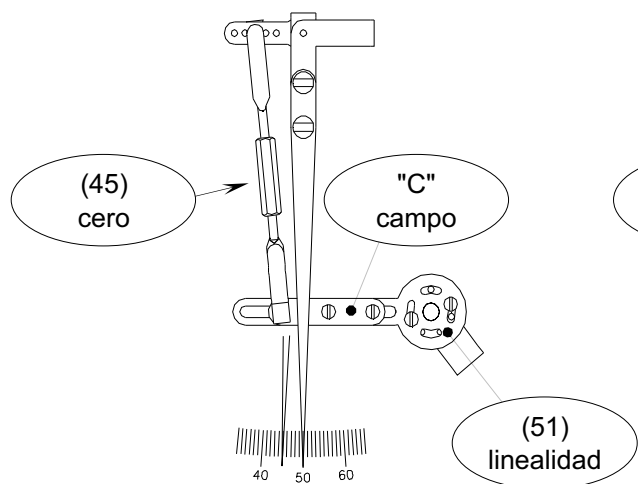

Fig. 8.1.1
Para corregir eventuales pequeñas diferencias del indicador negro de la variable medida con respecto al valor real, actuar sobre el tirante (45) girando la parte hexagonal (ver Fig. 8.1.1 y Fig. 8.1.2).
Ver Fig. 8.1.1 para elementos de temperatura y presión. Ver Fig. 8.1.2 para elementos receptores 3÷15 psi.